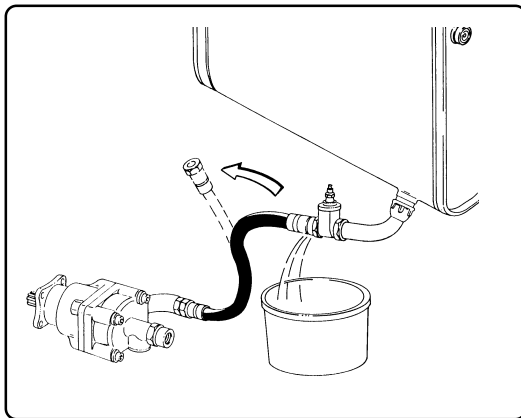

fig. 8.5.8
8.5.10 - Spurgo dell'impianto idraulico (fig. 8.5.8)
8.5.10 - Bleeding the hydraulic system (fig. 8.5.8)